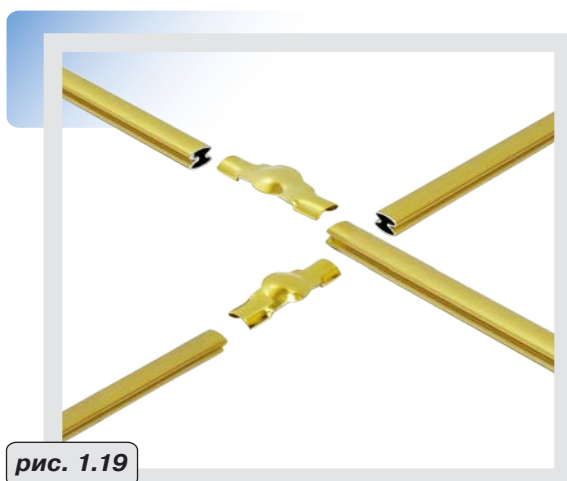

рис. 1.19
- 2 Профиль, с двух сторон имеющий продольный желоб, соединить с декоративными накладками таким образом, чтобы полозья накладок вошли в желоб профиля. Для обеспечения жесткости конструкции необходимо, чтобы расстояние между двумя сопряжениями профиля и дистанционной рамки, не превышало 400 мм (*рис. 1.19* и *рис. 1.20*)